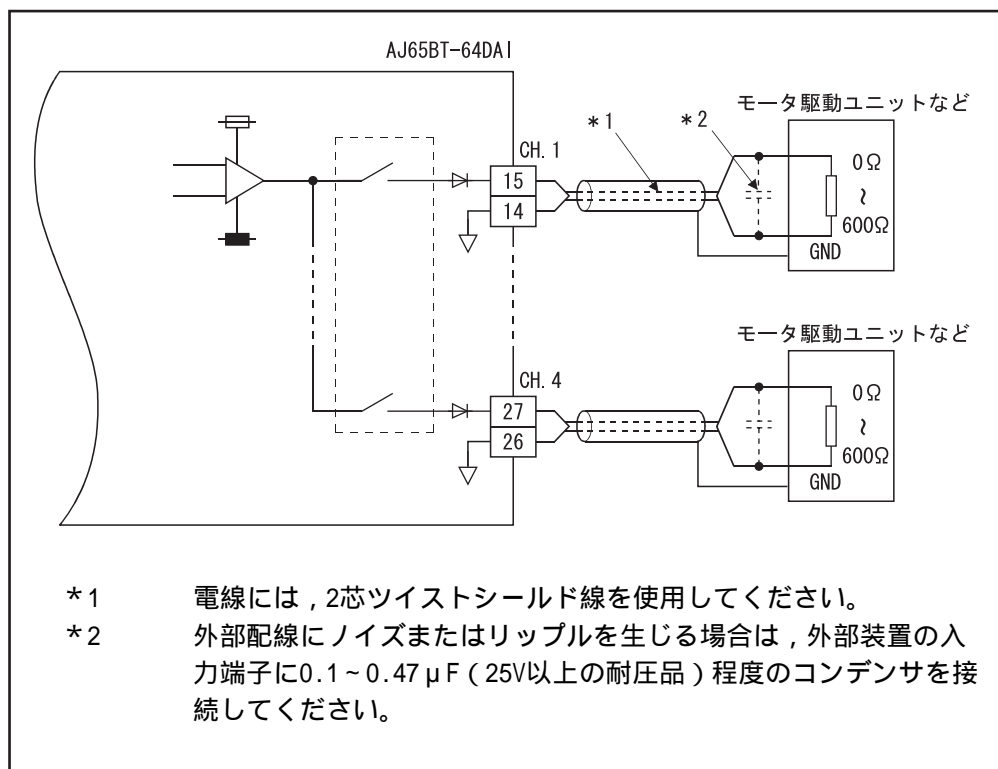

図4.2 AJ65BT-64DAIと外部機器の配線例
(2) AJ65BT-64DAIと外部機器の配線例を図4.2に示します。